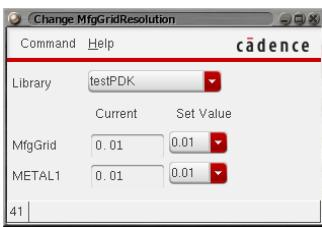

図 69: Change MfgGridResolution ウィンドウ
2. 図 69 に示すウィンドウが起動する。ここで、Library に今回設計を行っているライブラリ testPDK が選択されていることを確認し、MfgGrid の Set Value 欄で 0.02 を選択する。今回演習で使用するレイアウトでは最小グリッドが 0.02 のレイヤしか含まないためこの設定でよいが、例えば抵抗素子や MiM Cap. 等を使用している場合には最小グリッドが 0.04 のレイヤを含むため MfgGrid の欄で 0.04 を選択して以下の作業を行う必要がある。